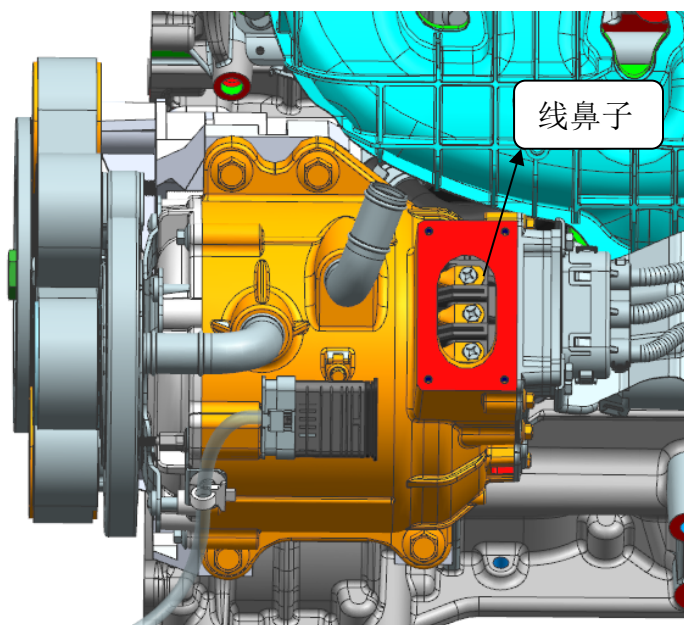
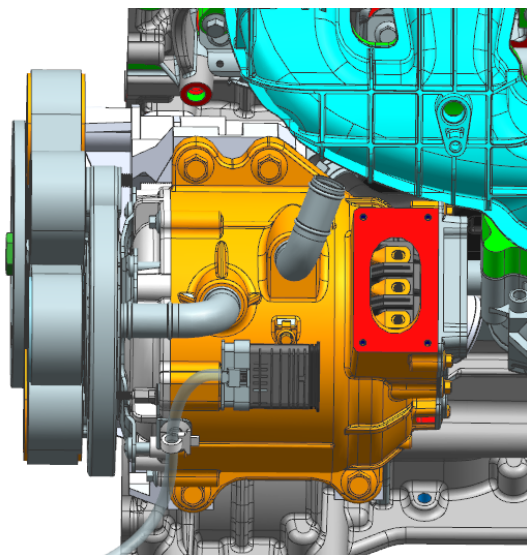

图2.4
图2.5
步骤④ 拆卸 BSG 电机连接 BSG 电控的三相线，先将接线盒盖打开（如图 2.4），然后线鼻子紧固螺栓、法兰紧固螺栓拧开，三相线拔出（如图 2.5）。